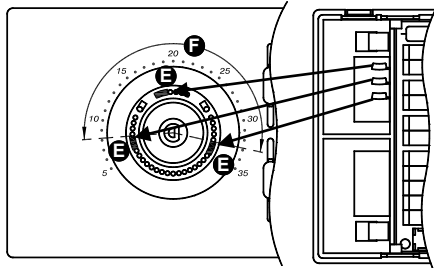

Fig. 6
- 5** Prelevare i cavalieri meccanici dalla base del termostato ed inserirli opportunamente nella calotta in modo da ridurre il campo di rotazione della manopola (vedere l'esempio di Fig. 6 e leggere il paragrafo 'blocco manopola'). Il terzo cavaliere parcheggiato in alto è di scorta.
Remove the mechanical pins from the thermostat base and insert them in the cover to reduce the knob's field of rotation (see example in Fig. 6 and read the "knob lock" paragraph). The third pin at the top is a spare.